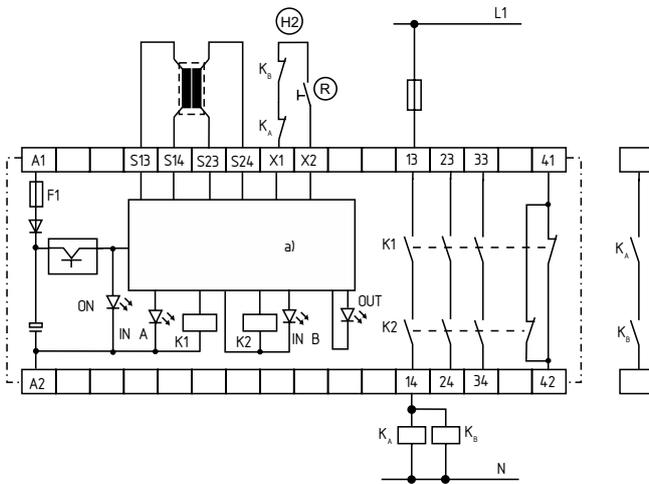

図 2.1
外部リセットボタン (R) を用いた2チャンネル制御システム (例はスイッチマット) (図2.1参照)